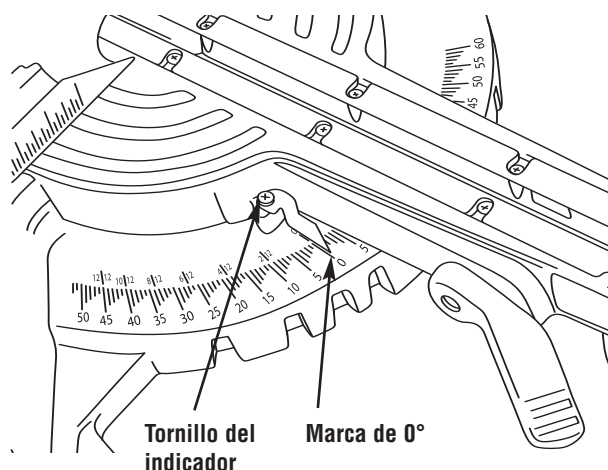

Figura 15.
3. Afloje el tornillo Phillips que sujeta el indicador en su sitio (Figura 15).